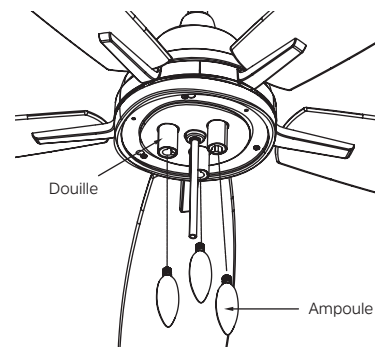

Fig. 22
**Étape 3.** Insérez des ampoules LED de 4 watts maximum (incluses) dans chaque douille. Si nécessaire, remplacez-les par des ampoules de même puissance. (Fig. 22)